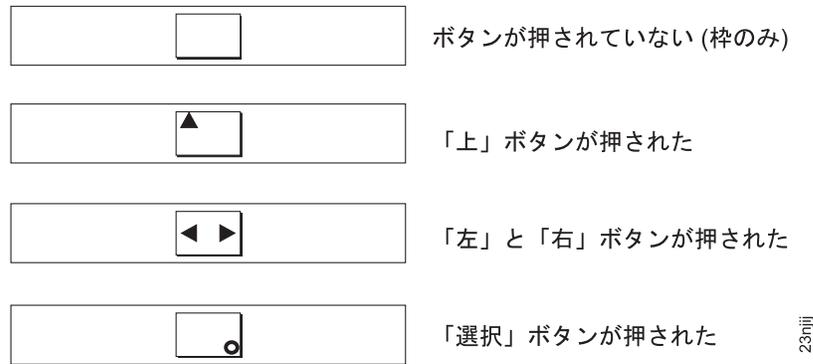

図 37. ボタンを押した場合のフロント・パネル・ディスプレイ
3. 上移動、下移動、左移動、右移動の各ボタンを押して、それらが作動していることを確認します。43 ページの図 37 では、ボタンを押したときにフロント・パネルに表示される 4 つの例を示しています。ボタンのテストが完了したら、選択ボタンを 5 秒間押し続けて、テストを終了します。